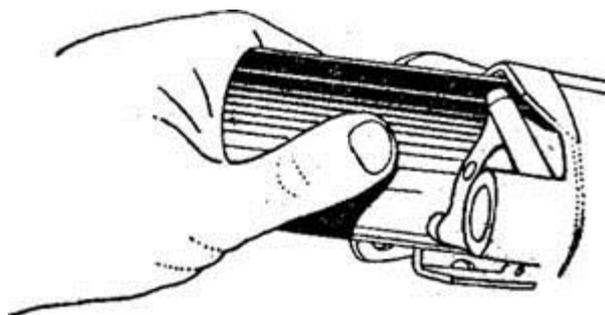

Рис. 91. Демонтаж вала механизма переключения передач при помощи стальной пластины
**Снятие вала механизма переключения передач** нужно производить в следующем порядке. Сняв с правого конца вала кулачок автоматического выключения сцепления, вынуть вал вместе с собачками. Для облегчения этой операции можно использовать стальную пластину (рис. 91). Помимо удобства эта пластинка предохраняет собачки и пружины от выскакивания ("выстреливания") из вала.